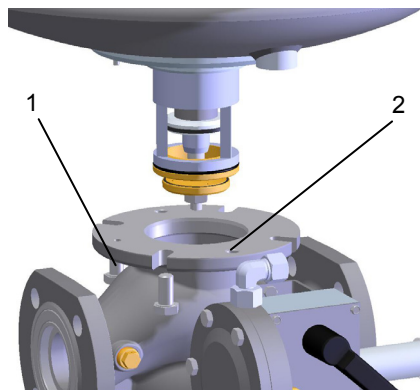

Bild 7
- Vier Schrauben (1) M12 (SW19) lösen, die den Regelkopf mit dem Stellgliedgehäuse verbinden.
- den Regelkopf vorsichtig nach oben herausnehmen (Bild 7). Den Regelkopf mit den beiden Gewindelöcher im Flansch (2) und zwei Schrauben M12 ausdrücken.